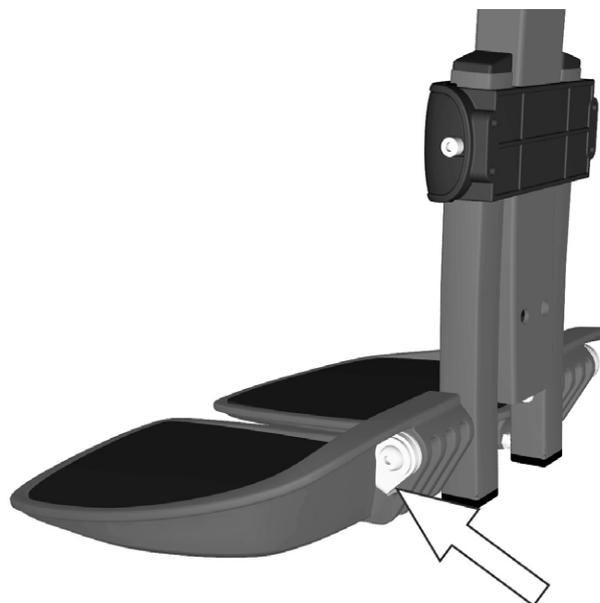

Abbildung 188. Die Blechlippe der Friktionsbremse ist in der vorgesehene Öffnung in der Fußplatte befestigt.
2. Schraube entfernen, mit der die Fußplatte montiert ist. Siehe Abbildung. 188.
2. Teile auf die Achse schieben und die Friktionsbremse der Fußplatte montieren. Sicherstellen, dass die Blechlippe in die vorgesehene Öffnung in der Fußplatte kommt. Siehe Abbildung. 188.